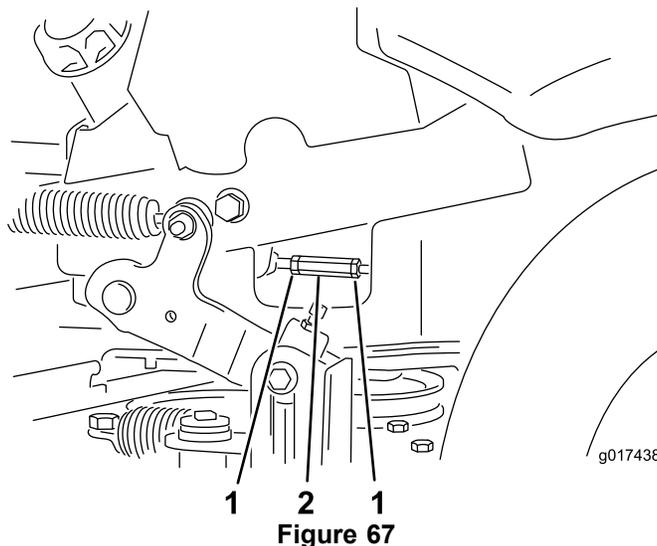

Figure 67
7. Amenez les leviers de commande de déplacement au point mort. Réglez les tiges de pompes en desserrant les deux écrous de blocage et en tournant l'écrou de réglage dans le sens voulu jusqu'à ce que les roues tournent légèrement en marche arrière (Figure 67). Amenez les leviers de commande de déplacement en position de marche arrière et, tout en appuyant légèrement sur les leviers, laissez les ressorts de marche arrière ramener les leviers au point mort. Les roues doivent s'arrêter de tourner ou tourner légèrement en arrière.
8. Resserrez les deux écrous de blocage contre l'écrou de réglage (Figure 67).